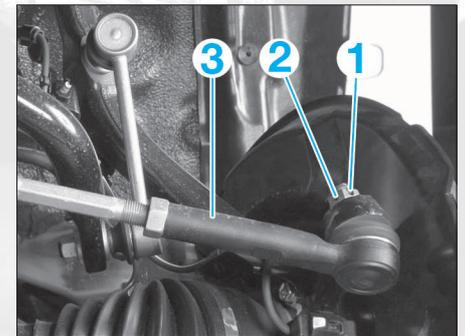

FIG. 9
- De chaque côté, la goupille (1), l'écrou (2) puis à l'aide d'un arrache-rotule, la rotule de direction (3) (fig. 9).